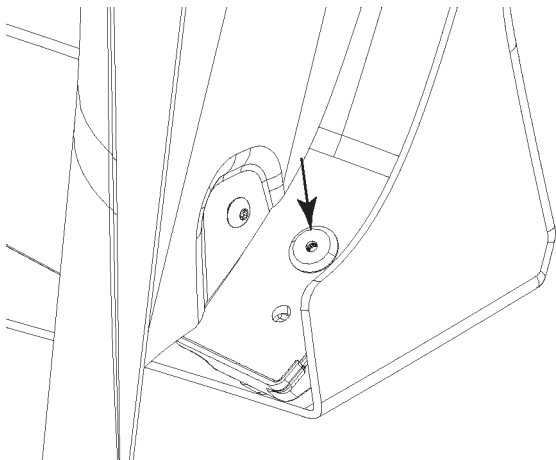

FIGURE 18
29. À l'aide des rivets, fixer le support de passage de roue au véhicule. Se reporter à la Figure 18.